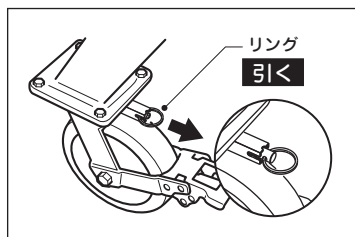

図19
- ① キャスタ上部のリングを引いてロックピンを解除します。(図19)
- ② リングを90°回転して縦溝にリングを固定します。
- ③ キャスタの方向をロックピンの収まる位置(90°毎)に調整し、リングを引き縦溝から横溝へリングを戻してキャストの方向をロックします。(図19)